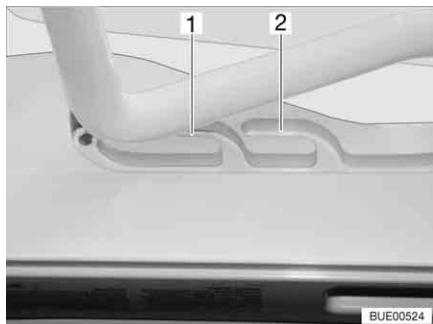
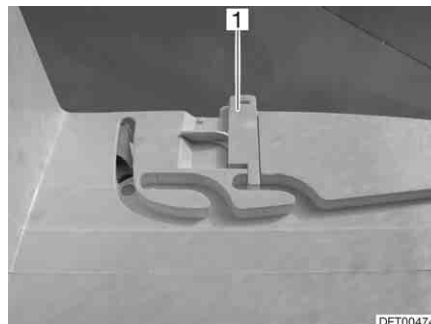

Fig. 72 Oblò Heki in posizione di ricircolo d'aria
Fig. 73 Bloccaggio della posizione di ricircolo d'aria
È possibile portare l'oblò Heki in due posizioni di ricircolo d'aria: Posizione brutto tempo (Fig. 72,1) e posizione centrale (Fig. 72,2). A seconda del modello, l'oblò può essere bloccato sulla posizione centrale del suo telaio con i due chiavistelli (Fig. 73,1) di sinistra e destra.
- Premere la staffa leggermente verso l'alto, spingerla nella guida selezionata (Fig. 72,1 o 2) ed eventualmente bloccarla.